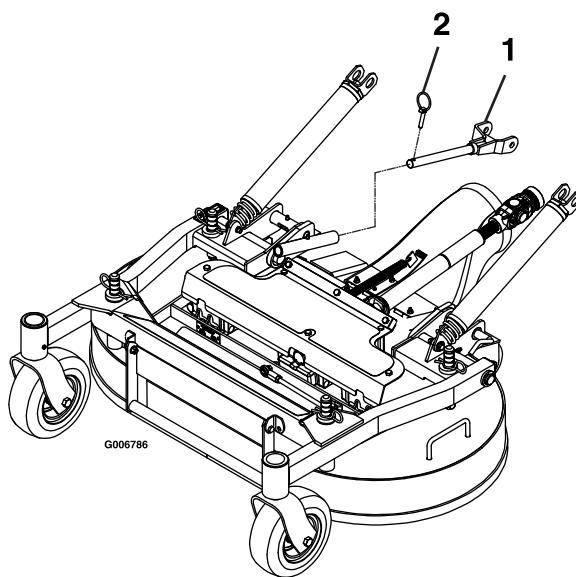

Figura 67
6. Retire los pasadores de seguridad de los extremos delanteros de los brazos de empuje en cada lado de la máquina (Figura 67).
5. Sujete los brazos de empuje con los pasadores de seguridad en el lado derecho e izquierdo de la máquina (Figura 67).